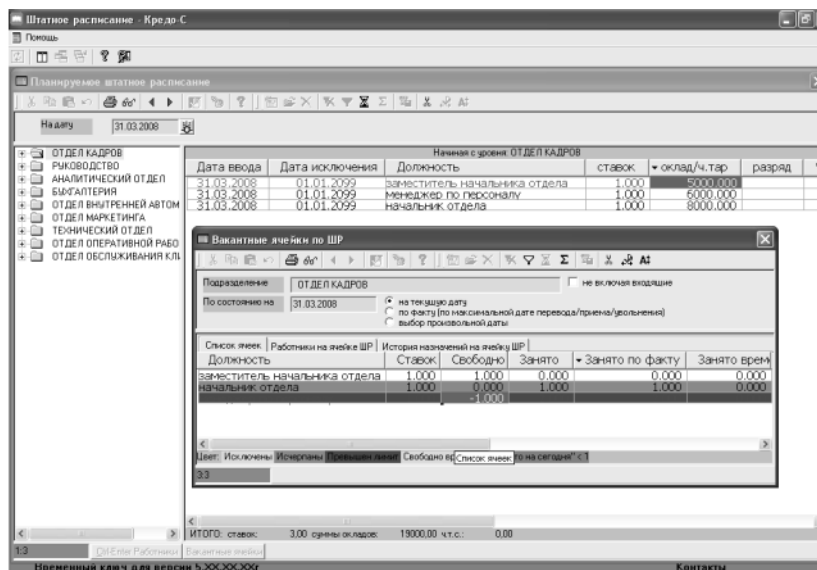

Рисунок 9 – Просмотр вакансий предприятия
**Вакансии подразделения.** Меню: *Кадры / Список работников по структуре предприятия / кнопка статусной строки: Вакантные ячейки* (находясь в дереве подразделений). Данный список позволяет просмотреть свободные вакансии в выбранном подразделении по действующему ШР *На дату*. Список разделен на две части (Рис.9).